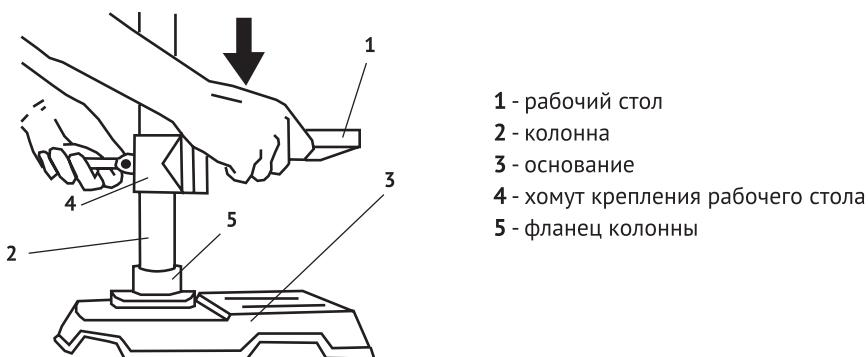

рис. 2
- установить основание станка (рис.2 поз.3) на ровную горизонтальную поверхность (верстак, рабочий стол);
- совместить три отверстия фланца колонны (рис.2 поз.5) с соответствующими отверстиями основания и скрепить 3-мя болтами.
Рабочий стол поставляется в сборе с хомутом (рис.2 поз.4) и болтом затяжным (рис.3 поз.1), фиксирующим рабочий стол на колонне. Надвинуть хомут со столом на колонну и зафиксировать затяжным болтом на нужной высоте. При необходимости сверления высоких заготовок, рабочий стол можно развернуть (ослабив затяжной болт) и использовать основание (рис.2 поз.3) в качестве рабочего стола.